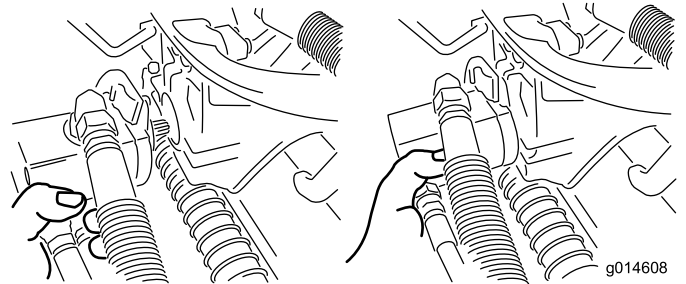

Bild 37
3. Legen Sie den Motor am Aufbewahrungsort vorne am Aufhängearm ab (Bild 37).